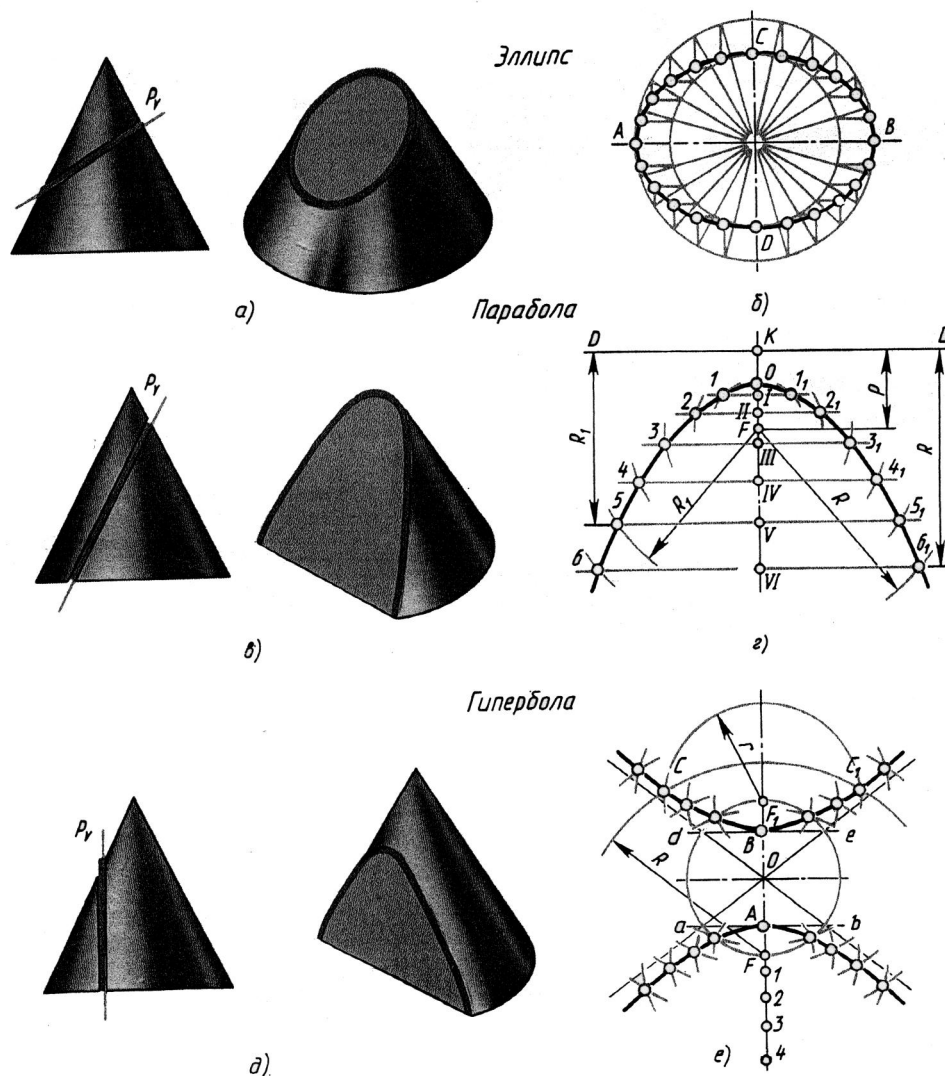

Рисунок 19
**Эллипс** – замкнутая плоская кривая, сумма расстояний каждой точки которой до двух данных точек (фокусов), лежащих на большой оси, есть величина постоянная и равная длине большой оси (рис.19а).
**Парабола** – плоская кривая, каждая точка которой равноудалена от директрисы  $DD_1$  прямой, перпендикулярной к оси симметрии параболы, и от фокуса  $F$  – точки, расположенной на оси симметрии параболы (рис.19в)
Для построения параболы по заданной величине параметра  $p$  проводят ось симметрии параболы и откладывают отрезок  $KF = p$ . Через точку  $K$  перпендикулярно оси симметрии проводят директрису  $DD_1$ . Отрезок  $KF$  делят пополам и получают вершину  $O$  параболы. От вершины  $O$  вниз на оси симметрии намечают ряд произвольных точек 1-6 с постепенно увеличивающимся расстоянием между ними. Через эти точки проводят вспомогательные прямые, перпендикулярные оси симметрии. На вспомогательных прямых из фокуса  $F$  делают засечки радиусом, равным расстоянию от прямой до директрисы (рис. 19г)
**Гипербола** -плоская кривая, состоящая из двух разомкнутых, симметрично расположенных ветвей (рис.19 г, е). разность расстояний от каждой точки гиперболы до двух данных точек (фокусов  $F$  и  $F_1$  есть величина постоянная и равная расстоянию между вершинами гиперболы  $A$  и  $B$ . Построение гиперболы по заданным вершинам  $A$  и  $B$  и фокусному расстоянию  $FF_1$  . Разделив фокусное расстояние пополам, получают точку  $O$ , от которой в обе стороны откладывают по половине заданного расстояния